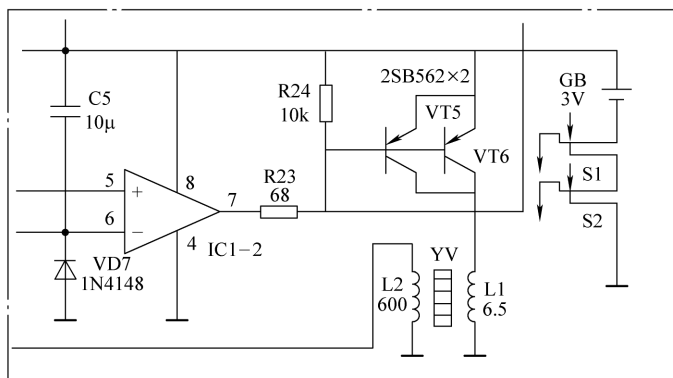

图 5-15 电磁阀启动控制电路
此电路由 IC2 - 1 及外围元器件组成。首先电源电压经限流电阻 R18 后由 VD4 钳位为 0.7V，再由 R17、R14、R13 分压，为同相输入端第 5 脚提供微小的正电压，第 7 脚电压输出为高电平，VD6 截止。当燃气被点燃，检测针感测到高温，火焰离子电流使 IC2 - 1 第 5 脚电压变为负电压，而第 7 脚输出变为低电平，VD6 和 VT4 都处于导通状态，保持电磁阀 YV 的副绕组 L2（见图 5-15）中的电流不会中断。
(4) 电磁阀启动控制电路（见图 5-15）